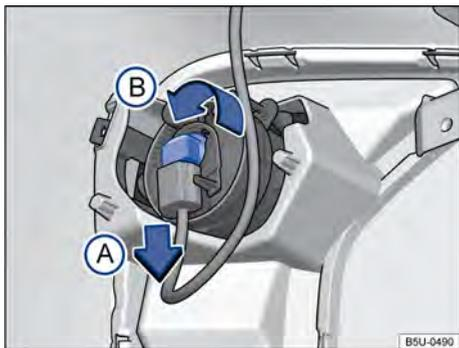

Fig. 137 Detrás del paragolpes delantero: acceso a la lámpara incandescente del farol de neblina.
- 2 Desencajar el conector de alimentación de la lámpara → **fig. 137** en el sentido de la flecha **(A)**, y presionar, al mismo tiempo, la traba de fijación del conector.
- 3 Girar el portalámparas → **fig. 137**, en el sentido antihorario de la flecha **(B)**, y desencajarlo del alojamiento.